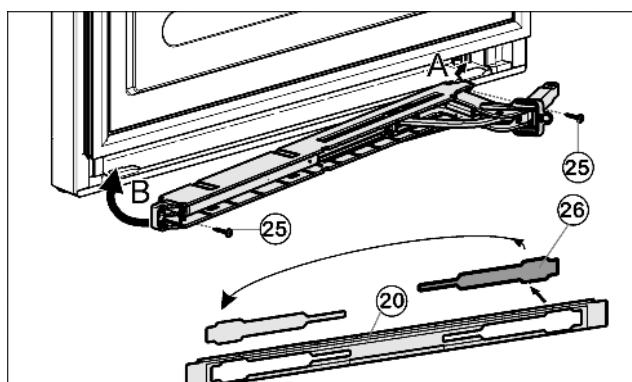

Fig. 13
- ▶ Освободите крышку Fig. 13 (26) из накладки Fig. 13 (20) и снова установите её на другой стороне.
- ▶ Зацепите (A) и поверните (B) узел амортизатора закрывания дверцы шарниром в сторону шарнира.
- ▶ Прикрутите (2 шт. Torx® 15) Fig. 13 (25)узел амортизатора закрывания дверцы.